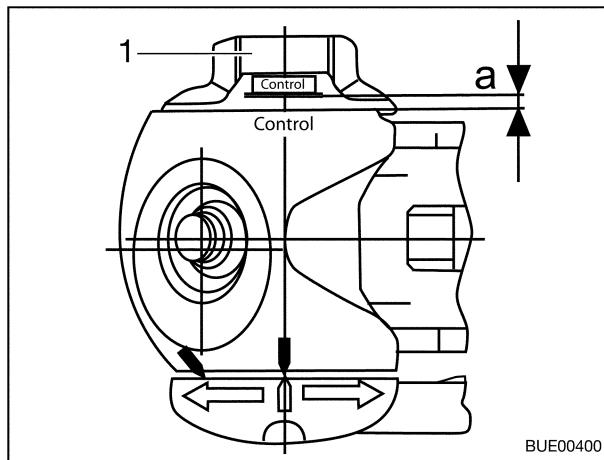

Fig. 91 Controllo usura
- Girare completamente la manovella (Fig. 91,1) finché non si sente la limitazione delle coppia grattare in modo percepibile. Direzione di rotazione: in senso orario.
- Distanza  $a > 0$  (Fig. 91):